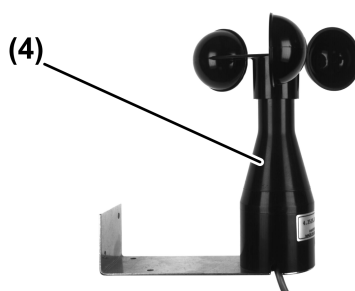

Figura 2
- Montare il trasduttore del vento sul tetto o sulla facciata della casa. Il dispositivo va installato in una posizione adatta al rilevamento della forza vento. Non montare il dispositivo al riparo dal vento, assicurarsi che la posizione di montaggio (Vedi figura 2) sia adeguata.
- Collegare il trasduttore del vento ai morsetti S_1 e S_2 (7) dell'unità di valutazione. Per questo utilizzare una linea schermata. Raccomandato: JY-ST-Y 2x0,6.